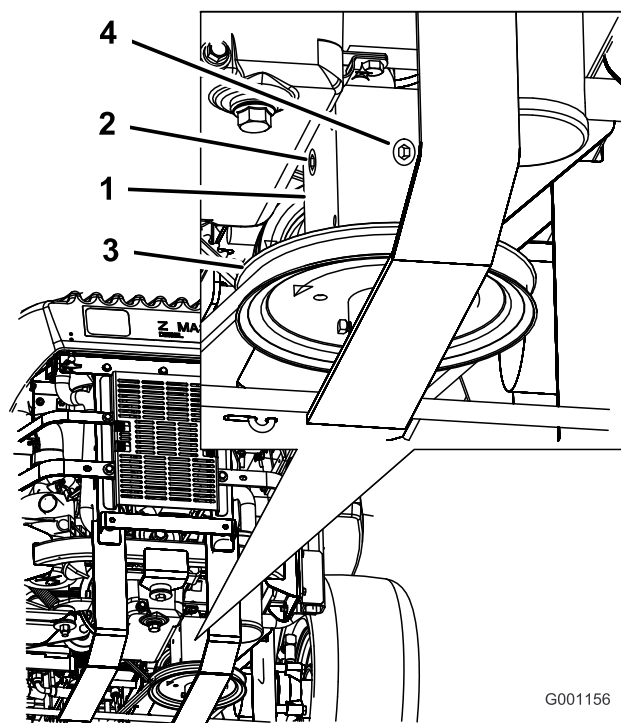

Figura 64
3. Retire el tapón lateral o trasero de la caja de engranajes (Figura 64).